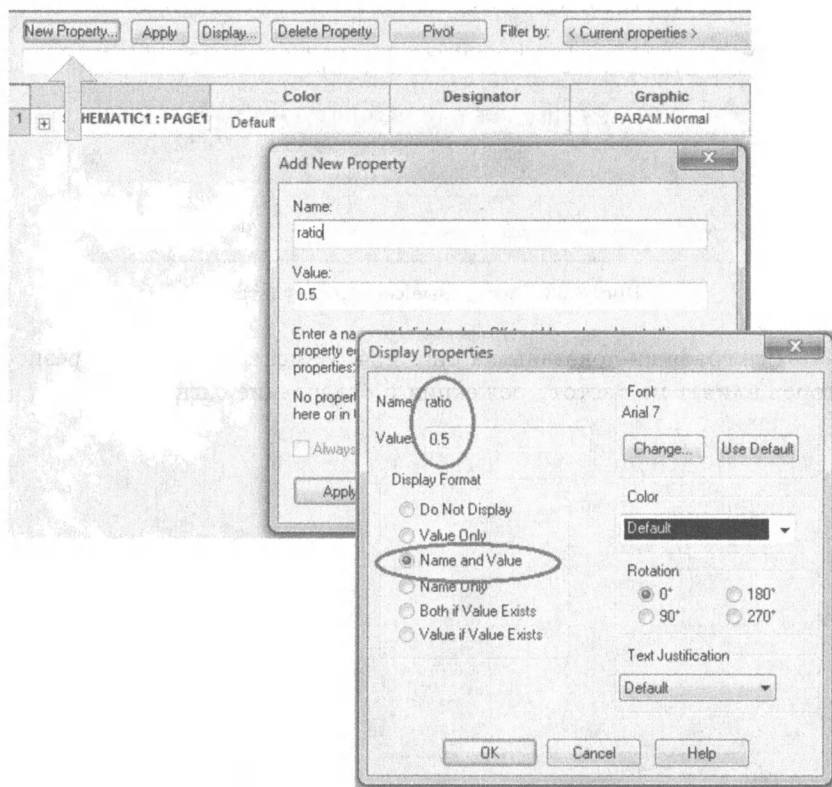

Рис. 3.35. Установка параметра ratio для потенциометра
2. Из библиотеки Special выбираем PARAM. Двойным щелчком открываем окно свойств. Устанавливаем переменный параметр ratio и нажимаем Apply (рис. 3.35).
3. В свойствах компонента «Потенциометр» видим Value=PARAM. Выделяем ratio=0.5 (точка!) и нажимаем Display. Проверяем установку (см. рис. 3.35).